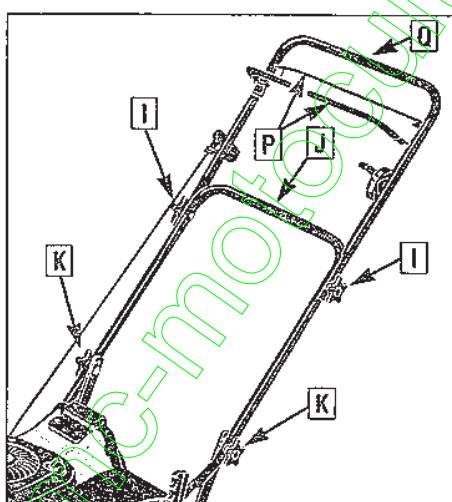
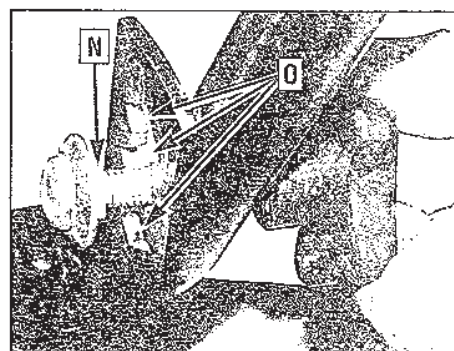

Figure 2-7: Guidon entièrement monté (modèle 34366).
Figure 2-8: Réglage de la hauteur du guidon.
2. Les barres de contrôle (P, Figure 2-7) sont fixées au guidon (Q) par un serre-câble. Coupez le serre-câble et retirez la protection.
9. Vérifiez la corde du démarreur. Assurez-vous qu'elle n'est pas coincée sous la molette de réglage du guidon supérieur (1, Figure 2-7). La corde du démarreur ne doit être gênée à aucun endroit.
2. Placez le serre-câble autour du câble de commande du papillon et à travers le trou percé au centre du guidon inférieur (J, Figure 2-7) et serrez.
1. Desserrez l'une des molettes de réglage du guidon inférieur (K, Figure 2-7) et donnez un petit coup sur la molette vers l'intérieur pour libérer l'arbre carré sur la vis (N, Figure 2-8) de la fente à enclenchement (O) dans le montant du guidon. Répétez cette étape pour l'autre côté.
2. Déplacez le montant du guidon vers le haut ou vers le bas pour aligner l'arbre carré (N, Figure 2-8) avec l'une des trois fentes à enclenchement carré (O). La fente du milieu correspond au réglage de la hauteur moyenne.